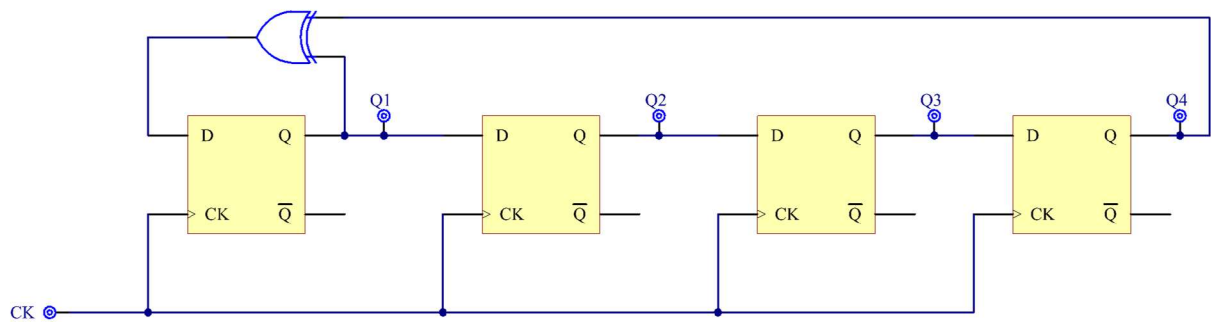

図 5.1 疑似乱数発生回路の初期値 Q
- ④信号 C は乱数であるか「YES」、「NO」で答えてください。該当する項目に○をつけてください。また、その根拠について値を用いて示してください。
- ⑤信号 C を TP9 から得るための、各 D-FF の Q の初期値を記述してください。ただし、Q1～Q4 は図 5.1 に示す D-FF の回路を参照してください。